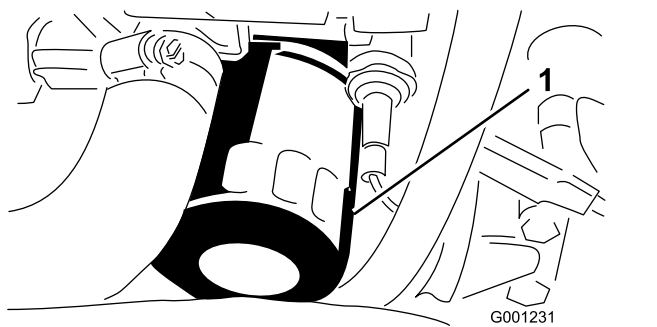

Figura 50
6. Retire e substitua o filtro do óleo (**Figura 50**).